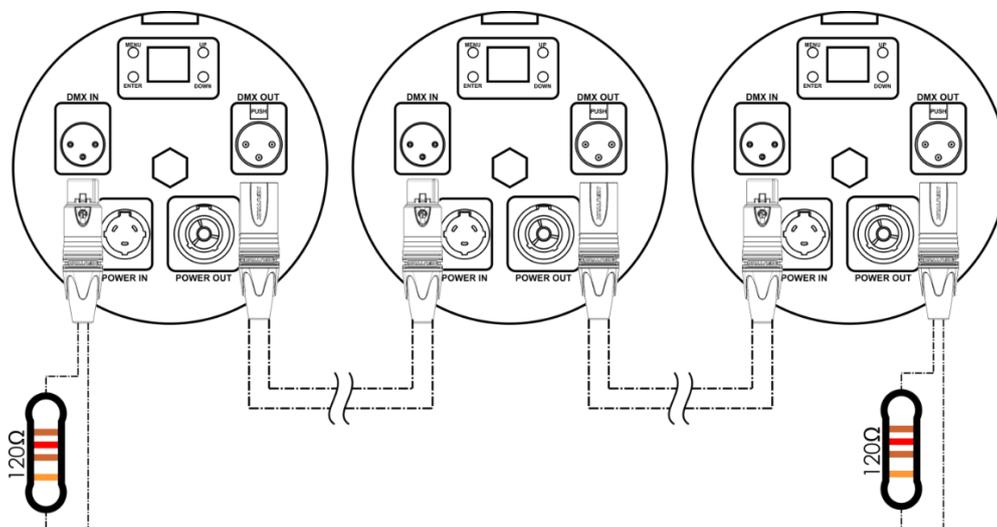

Fig. 03
- 03) Conecte las unidades entre ellas como se indica en la Fig. 03. Conecte un cable DMX que vaya desde el conector DMX OUT (salida) de la primera unidad al conector DMX IN (entrada) de la segunda unidad. Conecte las unidades segunda, tercera y cuarta entre ellas.